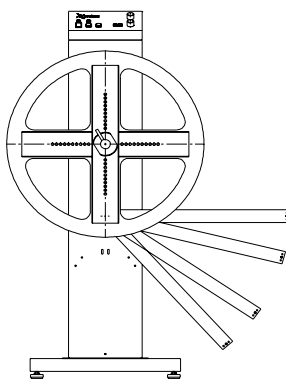

図2 1のネジ穴を使用する場合
- ・ 下側で使用する場合は、1のタップを利用して下さい。(下側制御)図2 参照